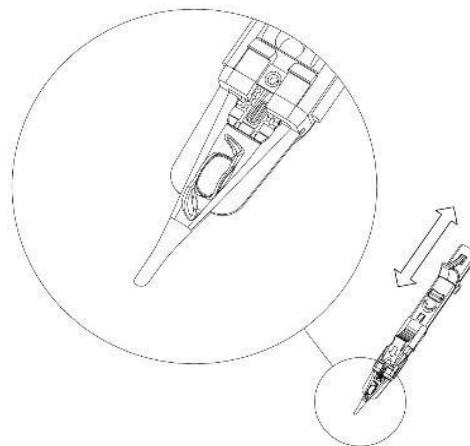

Fig. 7
10. Sobald die IOL die „Kartuschenflügel“ erreicht hat (Abb. 7), hören Sie auf zu drücken und ziehen Sie den Kolben bis zum Ende zurück. Drücken Sie den Kolben erneut, um Luft aus der Spitze zu entfernen. Führen Sie den Injektor in das Auge ein und drücken Sie dann langsam weiter.